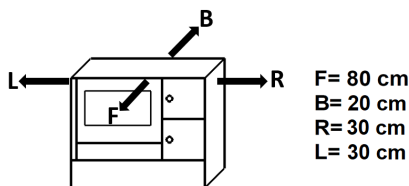

Figura 3 - Distancias de seguridad
- * No deben utilizarse materiales combustibles cerca de las paredes de la cocina (las distancias de seguridad deben ser respetadas, ver Figura 3).